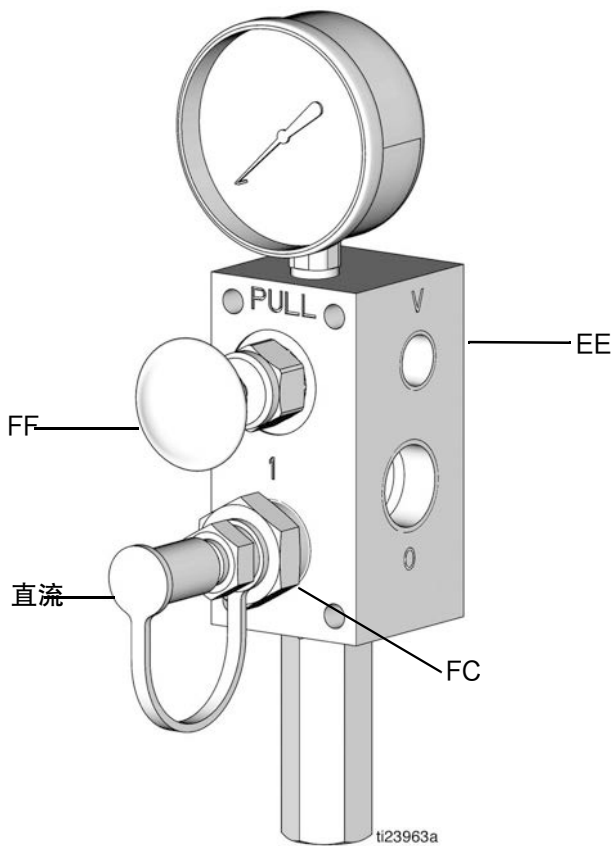

图 19
1. 拔出并长时间握住加注阀泄压旋钮 (FF)，释放加注阀 (EE) 和自动加注截止阀 (V) 之间的管路压力 (图 19)。
3. 从加注阀 (EE) 上的加注接头 (FC) 卸下防尘盖 (DC) (图 19)。
- 压力表的指针升至设定的压力处 (图 19)。
8. 拔出并长时间握住加注阀泄压旋钮 (FF), 释放加注阀 (EE) 和自动加注截止阀 (V) 之间以及远程加注站泵 (AA) 和加注阀 (EE) 之间的管路压力 (图 19)。
9. 断开供料软管 (GG) 与加注接头 (FC) 的连接 (图 19)。
10. 更换加注接头 (FC) 上的防尘盖 (DC) (图 19)。